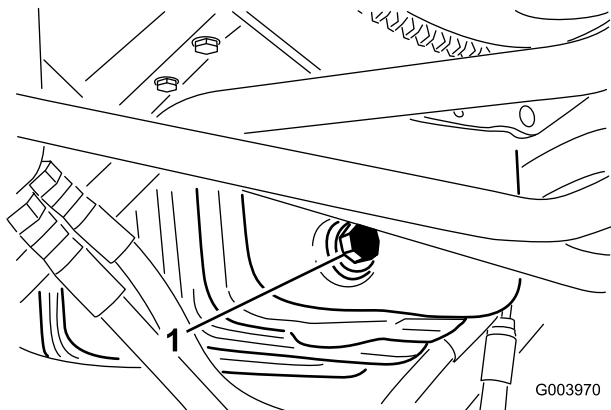

Рисунок 54
1. Снимите сливную пробку (Рисунок 54) и дайте маслу стечь в сливной поддон.